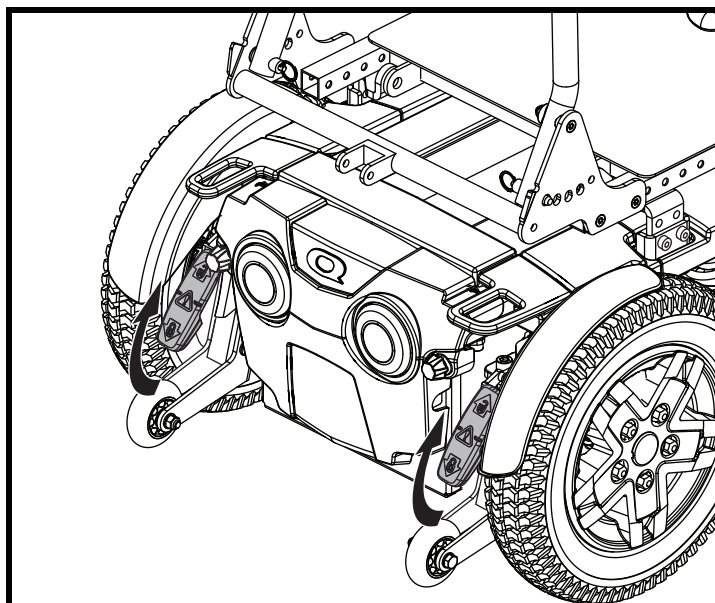

Figure 11. Mode «roues libres» (débrayé)
3. Soulevez les leviers vers le haut pour désengager les moteurs et passer en mode «roues libres». Voir la figure 11.